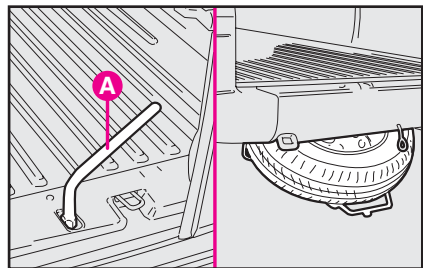
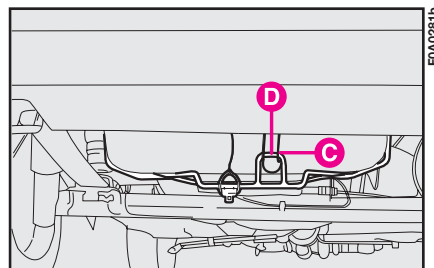

fig. 6
fig. 15
6) Svitare con la chiave di smontaggio ruote **A-fig. 6** il bullone di bloccaggio supporto ruota di scorta.
**2)** Agganciare la parte alta della staffa **C**-fig. 15 del supporto alla molla di ancoraggio **D** e riavvitare il bullone di bloccaggio del supporto **fig. 6**.
ancoraggio **D** e riavvitare il bullone di bloccaggio del supporto **fig. 6**.